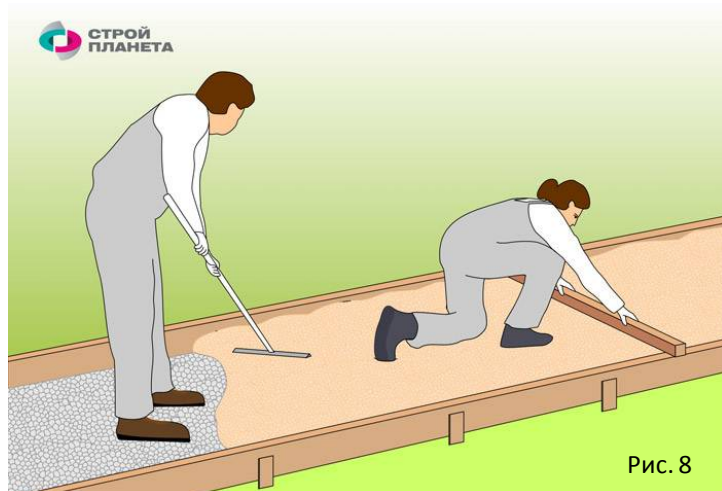

Рис. 8
5. Сверху щебня насыпьте цементно-песчаную смесь слоем 5 – 10 см. Если в соответствии с планом необходима установка армирующей сетки, то уложите ее **(Рис.8)**